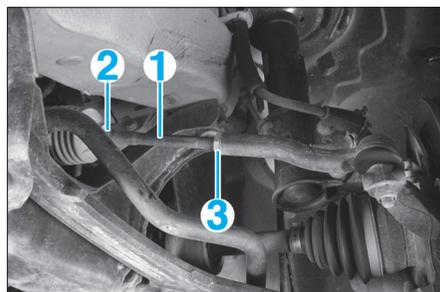

FIG. 1
- Le parallélisme se règle par l'allongement ou le raccourcissement de la longueur des biellettes de direction (1), en les tournant par leur empreinte hexagonale, après avoir desserré le collier (2) et le contre-écrou (3) (Fig.1).